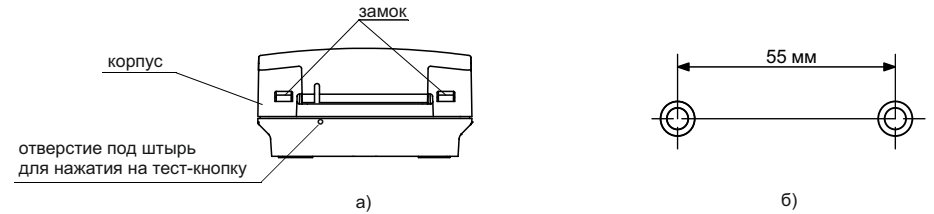

Рисунок 3
- 6.6 Для монтажа УДП на объекте необходимо снять корпус с основания, нажав отверткой на замки внизу корпуса (Рисунок 3 а). Кнопка УДП при этом должна быть в ненажатом положении.